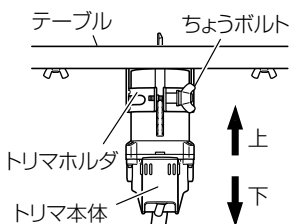

図 46
- ① トリマ本体を片方の手で保持し、トリマホルダのちょうボルトをゆるめます。
- ② トリマ本体を上・下に移動させ、切込み深さを決めます。
- ③ 切込み深さが決まりましたら、トリマホルダのちょうボルトを手で確実に締付けます。（図 46）